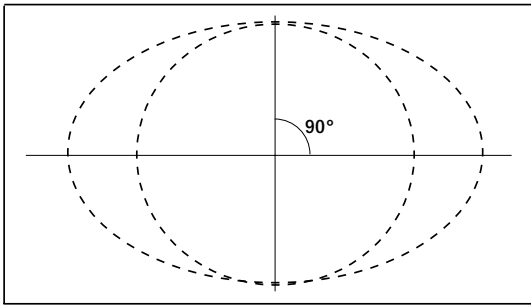
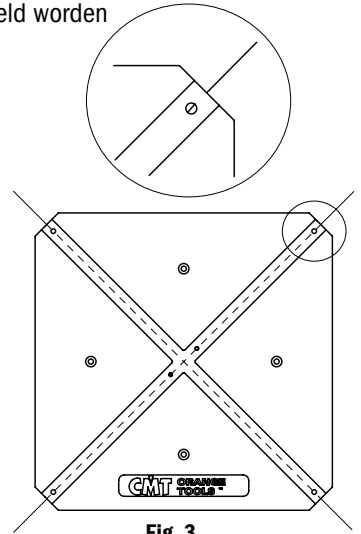
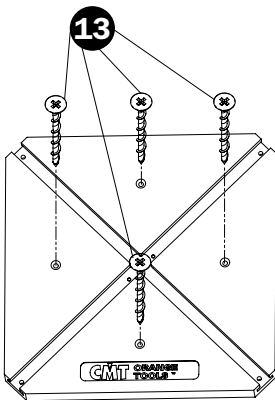

Fig. 2
Fig. 3
Fig. 4
**(Fig. 2)** Teken de 2 assen op 90° ten opzichte van elkaar op je werkstuk, (fig 4) Bevestig het kruisframe (1) op je werkstuk d.m.v. de bijgeleverde schroeven (13) of met dubbelklevende plakband. Zorg ervoor dat de groeven van het kruisframe perfect overeen komen met de twee assen op 90° van elkaar (fig.3).
**(Fig. 2)**Teken de 2 assen op 90° ten opzichte van elkaar op je werkstuk, (fig 4) Bevestig het kruisframe (1) op je werkstuk d.m.v. de bijgeleverde schroeven (13) of met dubbelklevende plakband. Zorg ervoor dat de groeven van het kruisframe perfect overeen komen met de twee assen op 90° van elkaar (fig.3).